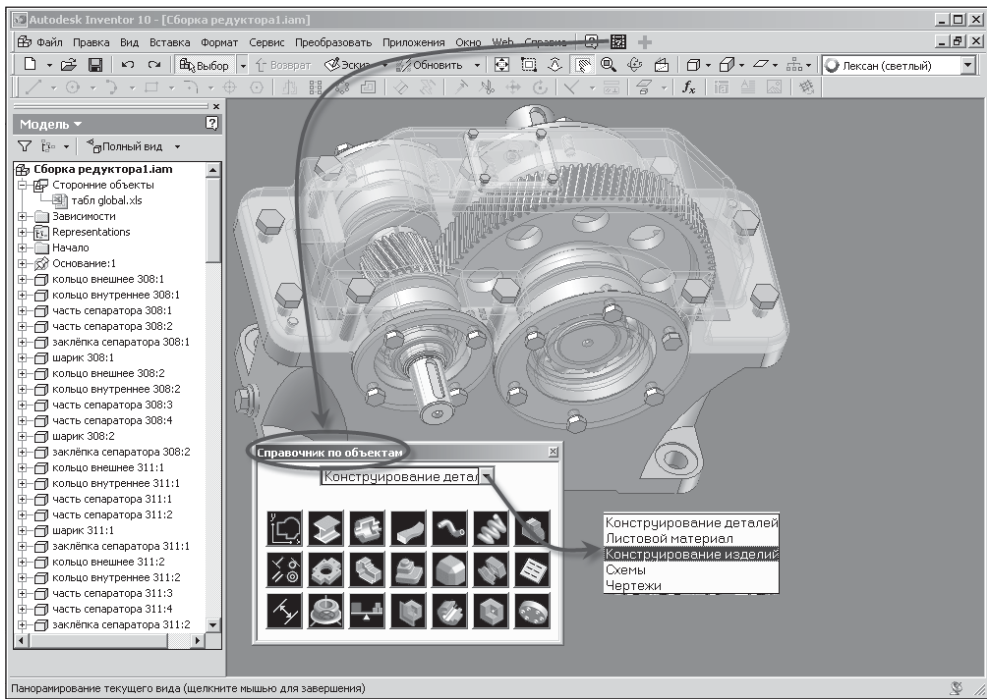

Рис. 1.7. Диалоговое окно встроенного справочника по объектам
- **Справочник по объектам** — кнопка вызова встроенного справочника по объектам, с помощью которого пользователь может просмотреть информацию о процедуре создания объекта. В открывающемся диалоговом окне (рис. 1.7) отображается палитра задач проектирования деталей, изделий и чертежей. При нажатии на пиктограмму инструмента обеспечивается возможность просмотра анимированного ролика.